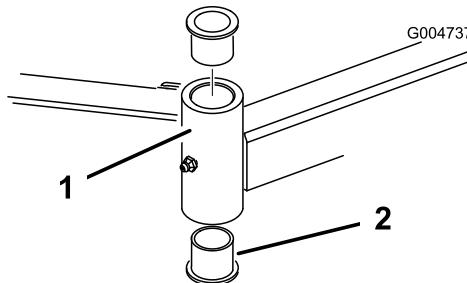

Figura 77
4. Introduza um punção para cavilhas na zona superior ou inferior do tubo de montagem e retire o casquinho para fora do tubo (Figura 77). Retire igualmente o outro casquinho do tubo. Limpe o interior dos tubos para remover a sujidade.